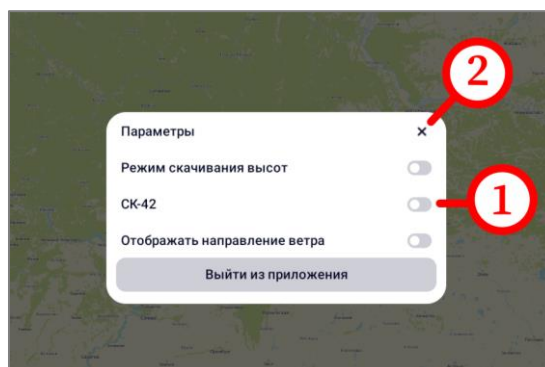

Рисунок 40
- на открывшейся форме нажать на тумблер параметра «СК-42» (рисунок 40, шаг 1);
- закрыть форму нажатием кнопки  (рисунок 40, шаг 2);